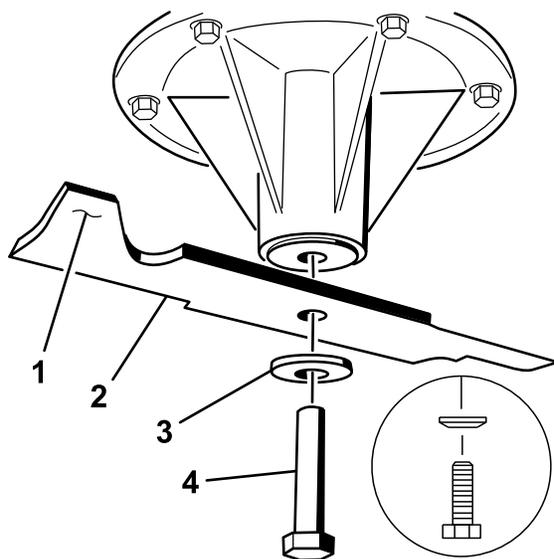

Figure 77
2. Placez la lame sur l'axe (Figure 77).
3. Montez la rondelle bombée et le boulon de la lame (Figure 77).
**Remarque:** Le cône de la rondelle bombée doit être dirigé vers la tête du boulon (Figure 77).